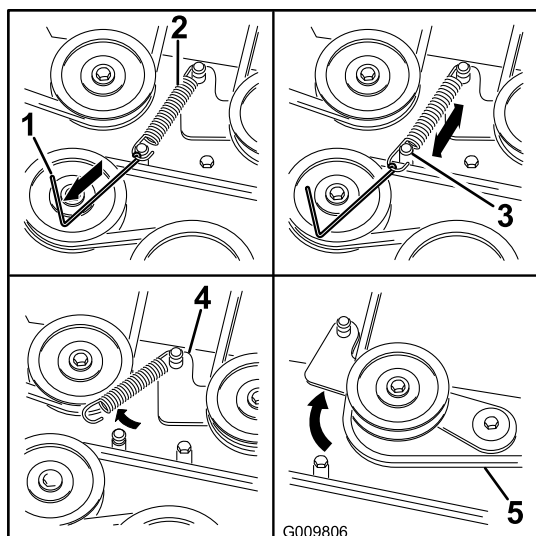

Рисунок 59
8. Используя съемник пружин (№ 92-5771 по каталогу Toro), снимите пружину натяжного шкива со штыря деки, чтобы снять натяжение с натяжного шкива (Рисунок 59).
11. Проложите новый ремень вокруг шкивов газонокосилки и шкива муфты под двигателем (Рисунок 59).
12. Используя съемник пружин (№ 92-5771 по каталогу Toro), установите пружину натяжного шкива на штырь деки и создайте натяжение на натяжном шкиве и ремне газонокосилки (Рисунок 59).